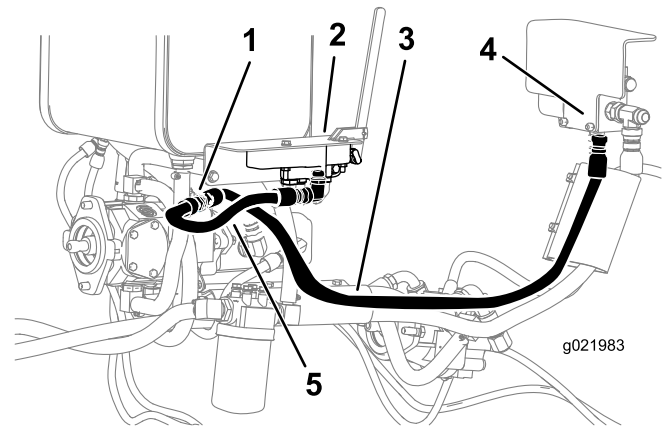

**Figure 19**
1. Débranchez le flexible A du flexible D, en laissant le raccord sur le flexible A (Figure 19).